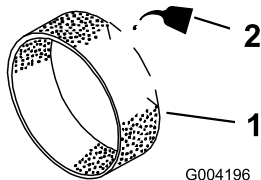

Bild 45
3. Gießen Sie 30-60 ml Öl auf den Vorfilter (Bild 45).